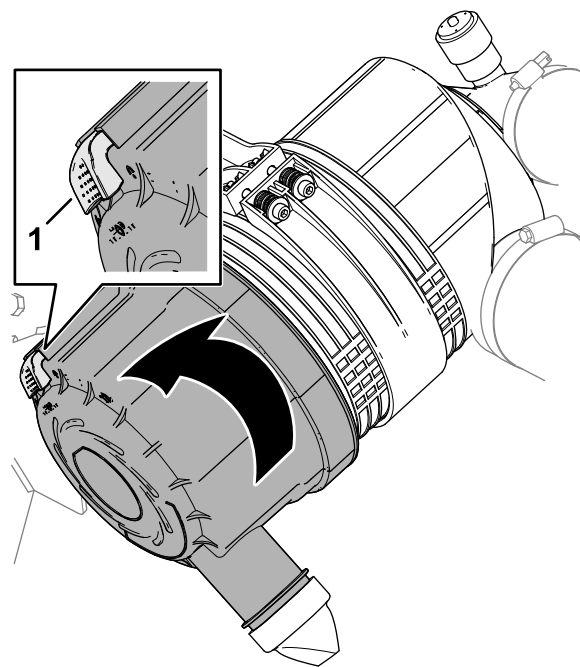

Рисунок 108
4. Оттяните защелку наружу и поверните крышку воздухоочистителя против часовой стрелки (Рисунок 108).